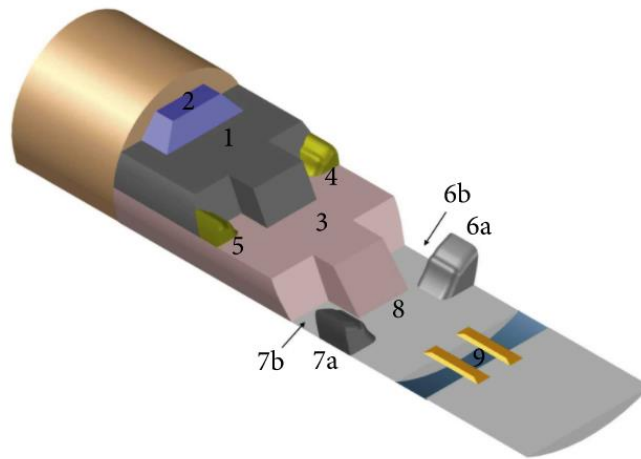

Рисунок 6 – Технология строительства (трехмерная схема)
Верхняя ступенчатая дуговая направляющая яма с метражом 0,5 м построена со стальным каркасом, а средний стержневой грунт (2) зарезервирован для поддержки работы с основным грунтом в качестве строительной платформы. Ширина основного грунта составляет 2 м в продольном направлении. Рабочие могут стоять под ним, чтобы предотвратить падение камней. После удаления основного грунта (2) средняя часть средней ступени (3) выкапывается вниз, а ширина канавки составляет 3,5 м, чтобы экскаватор можно было переместить в это положение для проведения земляных работ вперед. В это время самое большое расстояние от верхней части канавки до верхней ступени составляет около 5 м, а длина руки обычного экскаватора близка к 6 м. В соответствии с материалами земляных работ этой конструкции может быть реализована операция земляных работ в положении стопы арки перед ямой для направляющей дуги, и основные характеристики полевой техники могут быть полностью задействованы. Землеройная часть (4) и соответствующая опорная операция: ширина части (4) составляет 1,5–2 м, что в 3-4 раза превышает первый метраж части (1). После завершения защиты ветвей он возвращается в часть (1) раскопок и заполняет выкопанный гравий обратно в часть (4) подножия арки. Перед засыпкой подтверждается, что часть (4) опоры имеет определенную прочность, а высота засыпки составляет около 1,7 м, и она может стабилизировать часть (5) выемки арочной опоры и соответствующую операцию поддержки: аналогично части (4), после завершения операции поддержки выемка также переносится на часть (2) и (3), и гравий засыпается на ту же высоту арочной опоры. (Рис. 6).